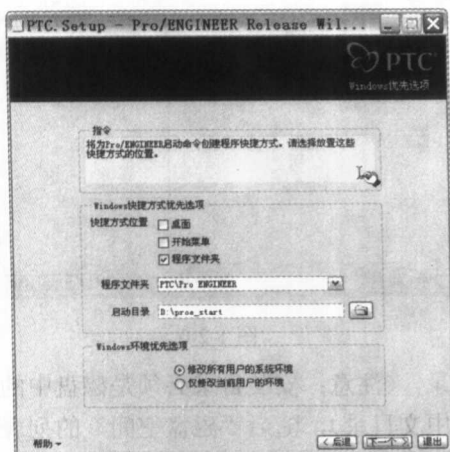

图 1-2-9
(6) 在弹出的图 1-2-9 所示对话框中，设置“启动目录”（用户根据自己情况设定，在启动目录下将会生成启动配置文件和很多的备份文件，用户要随时清理此文件夹）单击“下一个”按钮。